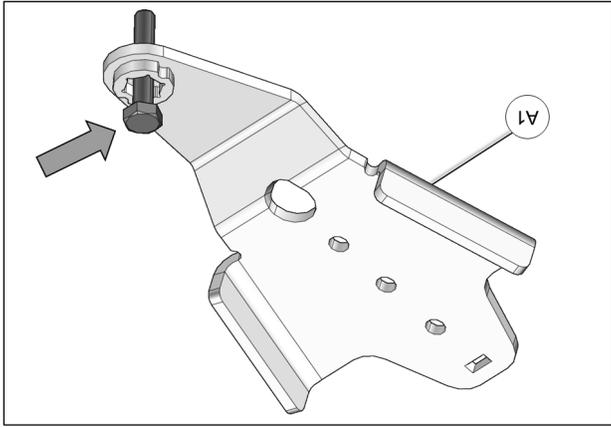

Fig. 17
4. Insérer les boulons dans les ancrages de suspension avant (A1) tel que montré à la Fig. 17